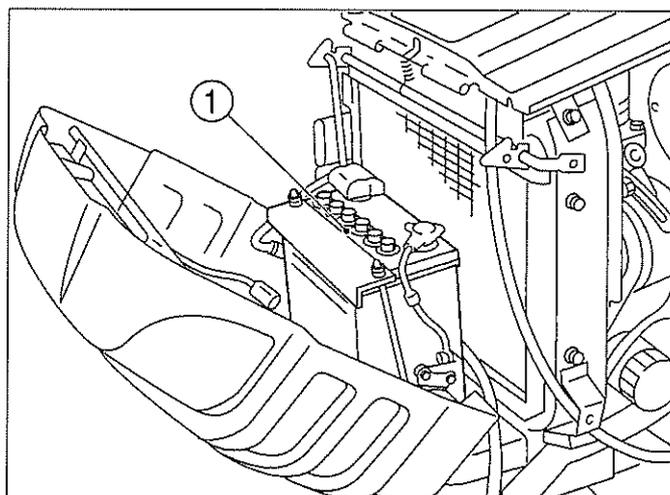

FIG. 60 / ABB. 60 / FIG. 60
FIG. 60 : La batterie (1) est située sous le capot du moteur, à l'avant du radiateur. Si la batterie ne nécessite qu'un entretien mineur ou doit être rechargée, il est recommandé de retirer la calandre pour y accéder. Lorsque la batterie est retirée et qu'un contrôle du niveau d'électrolyte ou un nettoyage des câbles s'avère nécessaire, il convient de retirer la calandre du tracteur. Gardez le dessus de la batterie propre et veillez à ce que les connexions de câble soient propres et bien serrées. Des débris sur la batterie peuvent engendrer une décharge de cette dernière et constituer une source probable d'incendie.